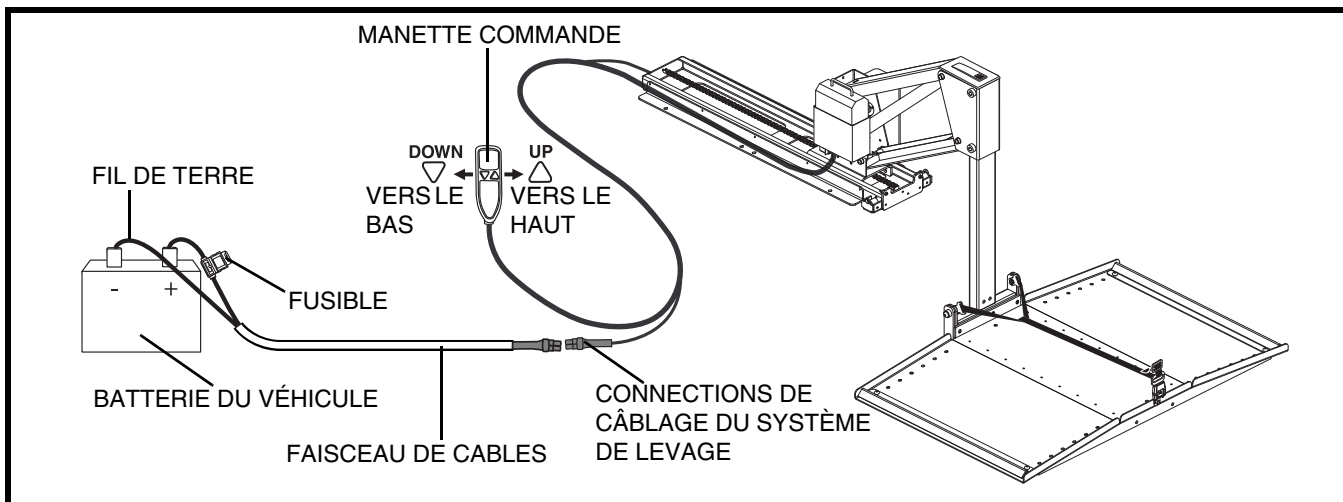

Figure 3. Installation du faisceau de câbles
1. Acheminez le faisceau de câbles du système de levage (à partir du système de levage) à travers l'intérieur du véhicule jusqu'à la batterie du véhicule. **Voir la figure 3.**
4. Retirer le fusible de 15 ampères du faisceau. **Voir la figure 3.**